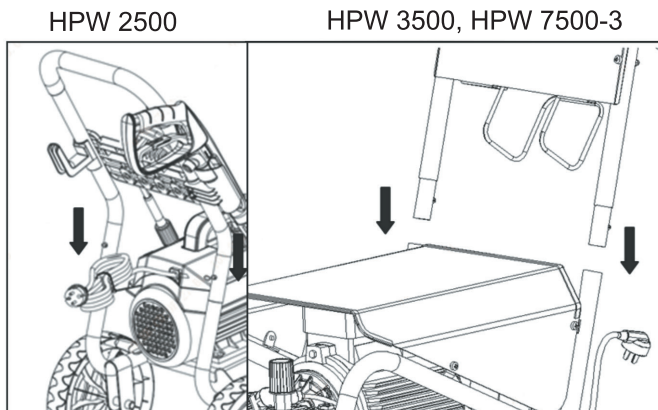

Рис. 6
4. Установите ручку на раму (рис. 6).